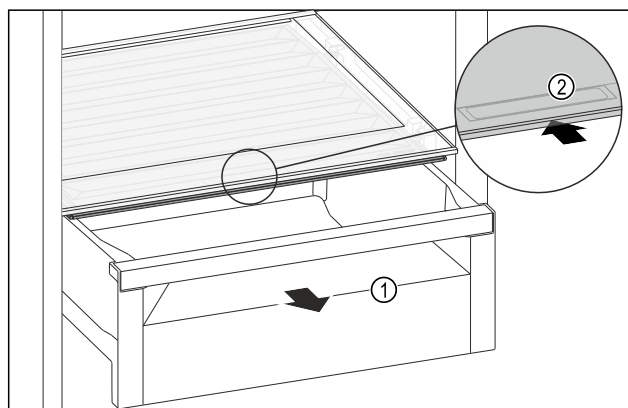

Fig. 201
- ▶ Zásuvku Fig. 201 (1) vytáhněte.
- ▶ Uchopte prohlubeň pro rukojeť Fig. 201 (2) na víku zásuvky a současně zasuňte víko zásuvky směrem dozadu.